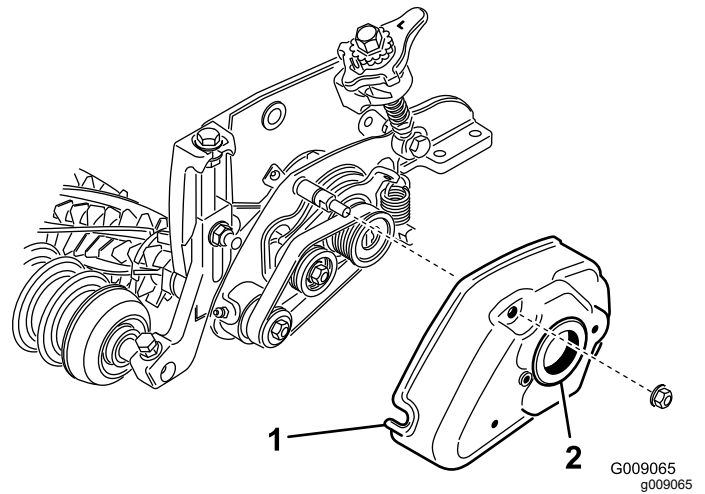

Bild 22
7. Montieren Sie die Groomerabdeckung und befestigen Sie diese mit zwei Bundmuttern (5/16") (**Bild 22**).
8. Schmieren Sie die Innenseite der Scheibe in der Groomerabdeckung mit Schmiermittel ein (**Bild 22**).